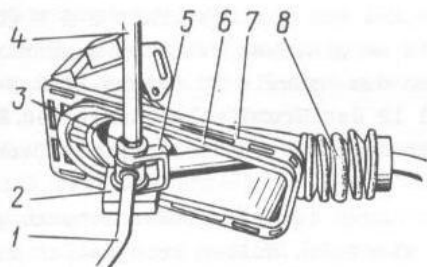
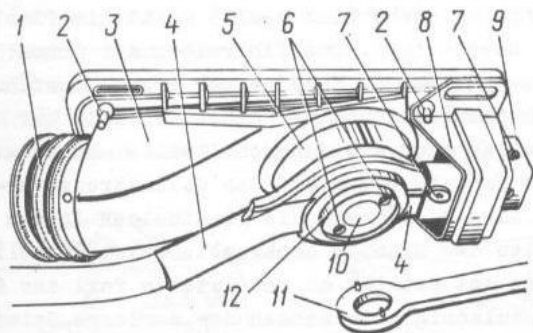
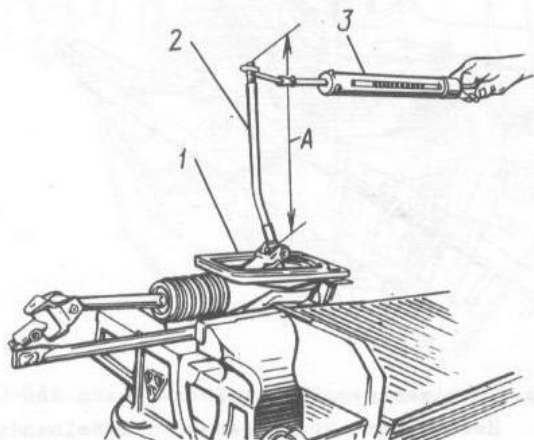

Bild 3-115. Ein- und Austreiben des Stiftes in Gangschalthebel (Draufsicht auf Gangschaltwerk):
Bild 3-116. Ein- und Ausdrehen des Kugelgelenkdeckels des Hebels (Ansicht des zusammengebauten Schaltwerkes von unten):
Bild 3-119. Prüfung der Verschiebekraft des Hebels beim Anziehen des Kugelgelenks mit Momentenschraubenschlüssel:
- von Haube 7 (Bild 3-115) Gummidichtung 6 abziehen, ohne dabei ein Abreißen der die Lagerung 8 (Bild 3-116) mit Haube 3 befestigenden Vorsprünge 2 zuzulassen (die Vorsprünge lassen sich mit Drücken auf dieselben aus Haube 3 herausholen);
- aus Hebel 1 (siehe Bild 3-115) den Stift 3 austreiben und Hebel und Welle 5 trennen. Das Aus-
- Deckel 10 (siehe Bild 3-116) des Kugelgelenks losdrehen, dazu den Sonderschlüssel 11 benutzen, nachdem man vorher den Deckel von der Sicherung befreit hat, wozu der deformierte Unterteil 12 des Gehäuses geradezurichten ist;
- drei Niete 7 (siehe Bild 3-116) abscheren und Lagerung 8 des Schaltwerkes von Grundteil 4 absetzen.
Vor dem Bohren von drei Löchern für Niete 7 (siehe Bild 3-116), mit denen Grundteil des Schaltwerkes und Lagerung 8 verbunden werden, sind die Baugruppen in Übereinstimmung in bezug auf die hintere Stirnfläche 9 zu bringen und an der unteren Fläche dicht anzudrücken.
Nach dem Regulieren des Kugelgelenks darf die Kugelfläche des Hebels kein Radialspiel haben und soll sich zügig und klemmungsfrei in den Einlagen drehen lassen. Zum Regulieren Deckel 10 (Bild 3-116) bis zur Drehkraft 29-78 N (3-8 kp) des Hebels an Hebelarm A (Bild 3-119) gleich 325 mm anziehen, danach den Deckel bis zur Drehkraft 2-3 N (0,2-0,3 kp) des Hebels am gleichen Hebelarm zurückdrehen. Zum Arretieren des Deckels 10 (siehe Bild 3-116) den Unterteil 12 des Grundteilgehäuses des Kugelgelenks auf 15 mm Länge in Richtung zum Deckel umbiegen.
Vor dem Zusammenbau sind die Schaltwelle 5 (siehe Bild 3-115) und Hebel 1 in bezug auf die Bohrungen mit einem Dorn $\phi 13,4$ mm zu zentrieren, der aus den Bohrungen der Teile durch den zu pressenden Stift herausgeführt wird. Das Eintreiben des Stiftes in den Hebel erfolgt auf einer Presse mit Abstützung an Hebel, ohne die Plasthülsen und die Gabel der Welle zu beschädigen. Nach dem Eintreiben soll der Stift im Schalthebel unbeweglich gehalten werden und sich in den Buchsen der Welle frei drehen lassen, und die Buchsen sollen in den Sitzstellen der Gabel der Welle unbeweglich bleiben. Ein Leerweg des Hebels längs Achse des Stiftes in Gabel der Welle ist unzulässig.
Die Dichtung mit Haube 3 (siehe Bild 3-116) und mit Lagerung 8 mit Hilfe der haltenden Vorsprünge 2 der Dichtung verbinden. Die Dichtung soll